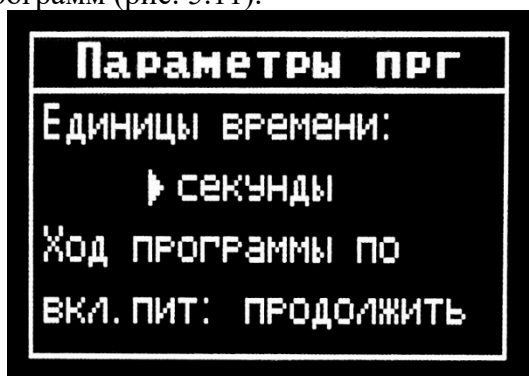

Рисунок 5.11
5.3.5 Общие настройки программ (рис. 5.11).